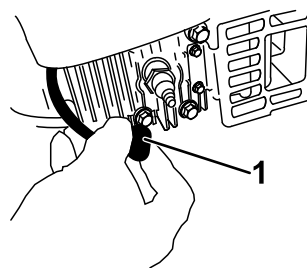

Figura 37
2. Scollegate il cappello dalla candela (Figura 37).